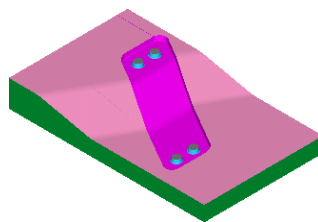

图 14.40 仿真结果
(1) 在 **刀具路径管理器** 选项卡中单击  按钮，然后单击  按钮，系统弹出“Mastercam Simulator”对话框。
(2) 在“Mastercam Simulator”对话框中单击  按钮，系统将开始进行实体切削仿真，结果如图 14.40 所示。单击  按钮关闭“Mastercam Simulator”对话框。